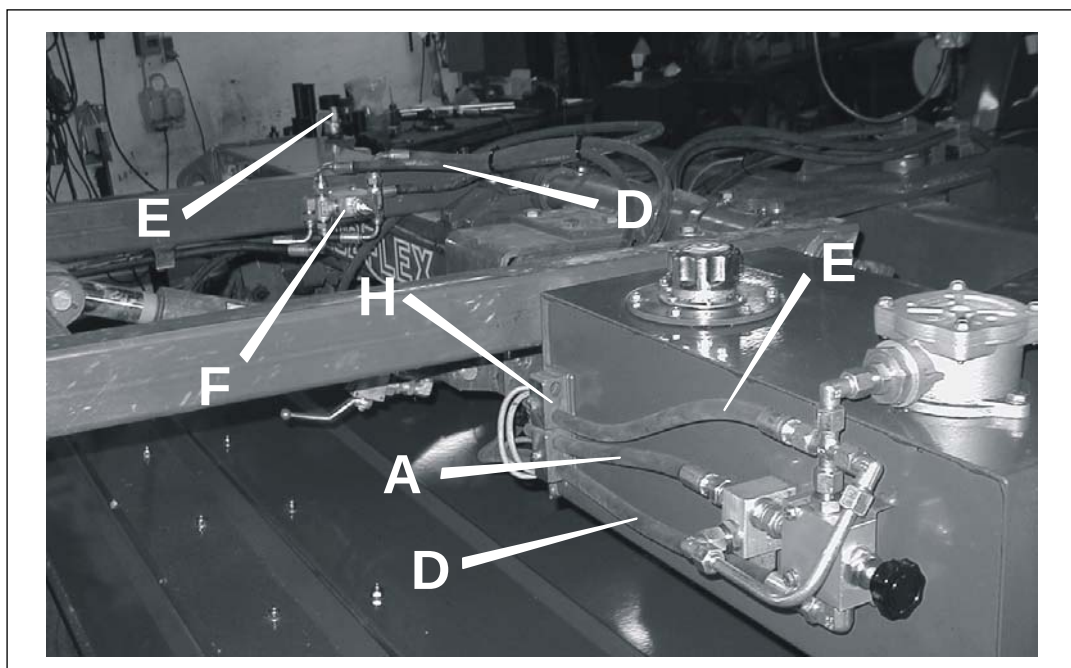

Fig. 2-8
- Fig. 2-8 Trykslangen **A** (3/8" og 1900 mm lang) monteres på pumpen **I** og på reguleringsventilen med bøjningen ved pumpen. Slangerne skal føres igennem konsol **C** monteret på Collector II ophænget og holderne **H** bag på tanken.